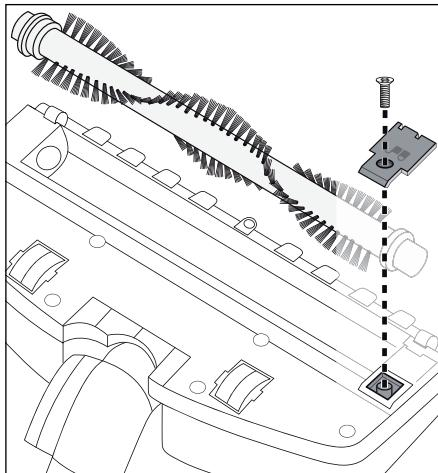

Abb. 5
An der Bürstenrolle ⑯ kann sich mit der Zeit Schmutz, wie z.B. Haare, festsetzen. Um diesen Schmutz zu entfernen können Sie die Bürstenrolle ⑯ ausbauen (Abb.5).
- 4) Drücken Sie, zum Beispiel mit einem Schraubendreher, den Haltestift zur Seite und heben Sie die Bürstenrolle ⑯ raus.
- 5) Um die Bürstenrolle ⑯ wieder einzusetzen, schieben Sie zuerst das breite Ende auf die Antriebswelle, so dass die Bürstenrolle ⑯ dort eingehakt ist.
- 6) Dann drücken Sie das andere Ende hinunter, so dass die Bürstenrolle ⑯ unter dem Haltestift einrastet.